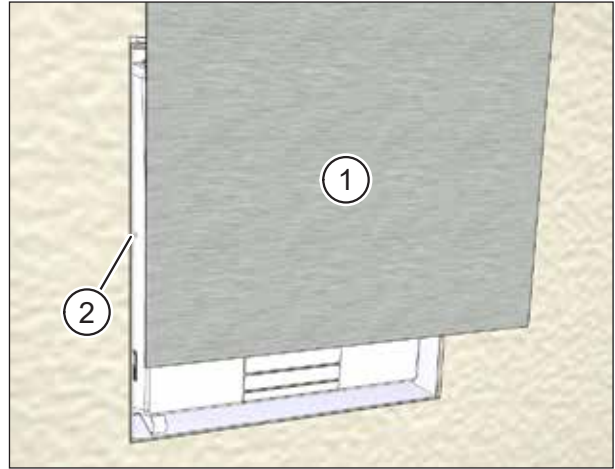

Abb. 48: Abdeckung U² aufsetzen
- Entfernen Sie Putzreste und Verunreinigungen, damit die Abdeckung U² (Pos. 1 in Abb. 48) lückenlos an der Innenwandseite anliegen kann.
- ▶ Senken Sie die Abdeckung vorsichtig nach unten ab. Die Aussparungen an den Halteblechen gleiten in die Stifte (Pos. 2 in Abb. 48) des Mauerkastenrahmens.